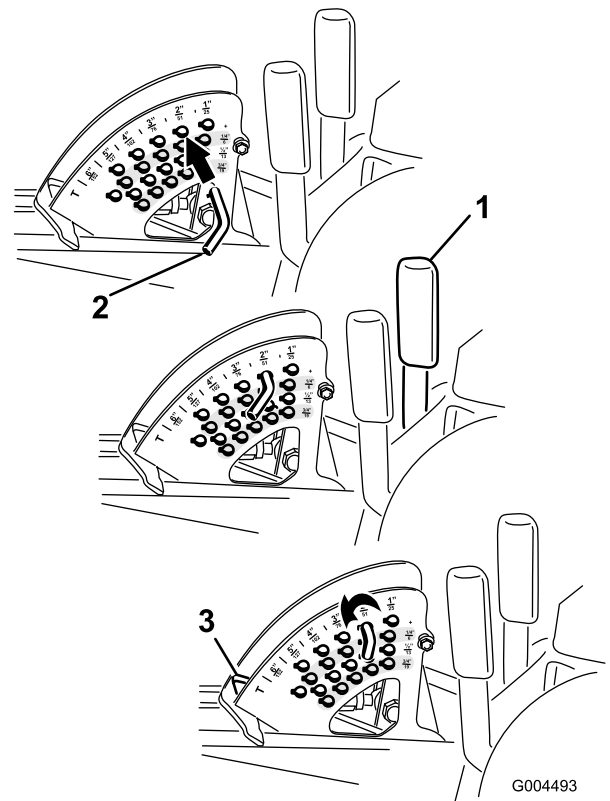

図 23
注 デッキを上昇位置にロックするには、上昇位置からさらに 15 cm 上昇させ、刈高ストップ・ピンを抜いて(刈高の調整の項を参照)、刈高 15 cm (6インチ) の穴に通します(図 23)。
1. エンジンが回転している状態で、デッキ昇降レバーを手前に引き、デッキが完全に上昇したら **直ちにレバーから手を離す** (図 23)。
2. ストップ・ピンについているロール・ピンを回してピンと刈り高設定穴のスロットとが整列したところでピンを抜き取る (図 23)。
3. 刈り高ブラケットについている穴から、希望する刈り高に対応する穴を見つけ、その穴にピンを通し、ピンを回してロックする (図 23)。
注 刈り高設定穴は、扇形の外周に一番近い段から全部で4段 (列) あります (図 23)。外周側の列は、外周部に刻印されている通りの刈り高の穴です。2 列目の穴は、1 列目の刈り高よりも 6 mm 高い刈り高となります。3 列目の穴は、1 列目の刈り高よりも 12 mm 高い刈り高となります。4 列目の穴は、1 列目の刈り高よりも 18 mm 高い刈り高となります。刈り高 158 mm だけは例外で、2列目のはずれにあります。この穴にセットすると 刈り高 158 mm となります (6 mm アップにはなりません)。